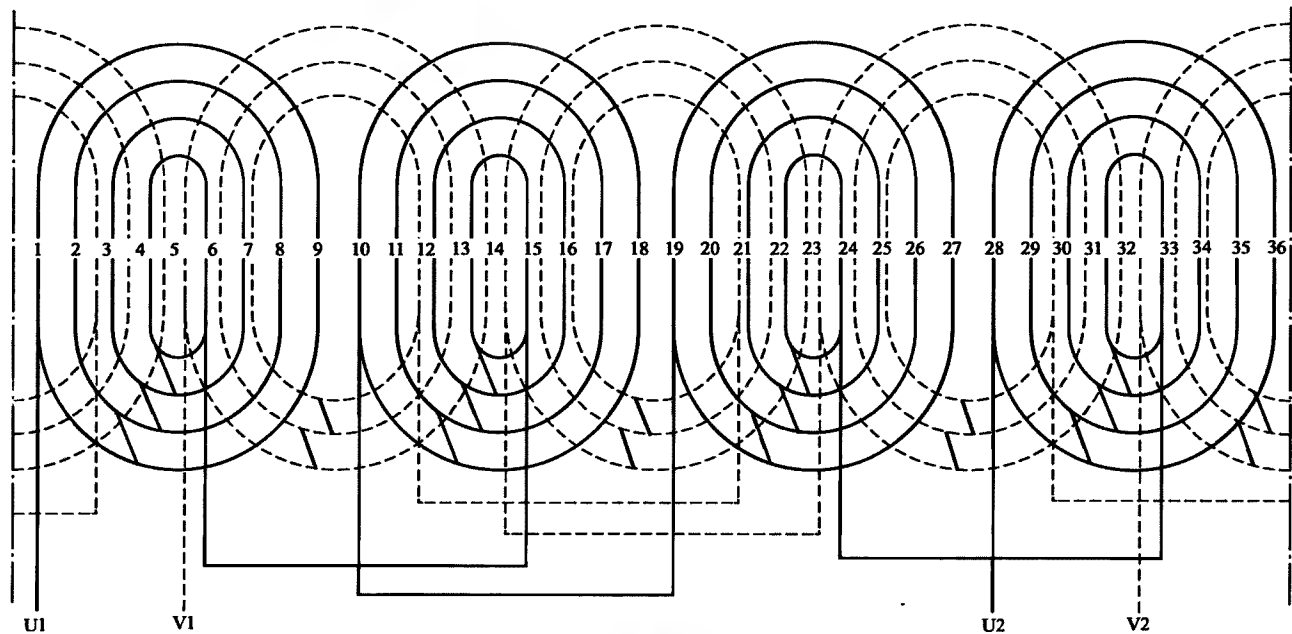

图 4-15 单相 4 极 36 槽正弦绕组 1 路接法展开图
15. 单相 4 极 36 槽正弦绕组 1 路接法展开图 (见图 4-15)